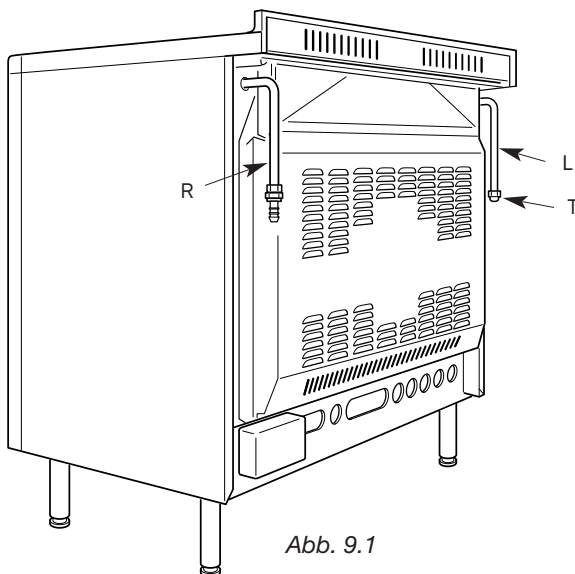

Abb. 9.1
- Die Gaszufuhr wird an der Rückseite des Herds (Abb. 9.1) an das R- oder L-Endstück des Gasschlauchs angeschlossen; der Anschlussschlauch darf die Rückwand des Geräts nicht überkreuzen.